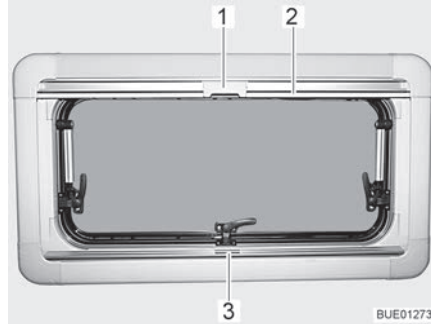
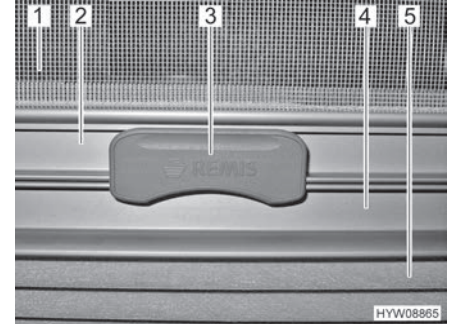

Bild 53 Ausstellfenster
Bild 54 Raste
Die faltverdunklung (Bild 54,5) befindet sich im unteren Rollokasten.
- faltverdunklung in der Mitte der Griffleiste (Bild 53,3 und Bild 54,4) fassen, von unten nach oben ziehen und auf der gewünschten Höhe loslassen. Die faltverdunklung bleibt in dieser Höhe stehen.
Das Insektenschutzrollo (Bild 54,1) befindet sich im oberen Rollokasten.
- Insektenschutzrollo an der Griffleiste (Bild 53,2 und Bild 54,2) nach unten ziehen, bis es an der Griffleiste der faltverdunklung (Bild 54,4) anstößt.
- Raste (Bild 53,1 und Bild 54,3) am Insektenschutzrollo mit der Griffleiste der faltverdunklung verriegeln. Wenn die Raste verriegelt ist, können faltverdunklung und Insektenschutzrollo gemeinsam verstellt werden.
- Raste (Bild 54,3) am Insektenschutzrollo oben drücken.
- Insektenschutzrollo an der Griffleiste (Bild 53,2) langsam zurückführen.